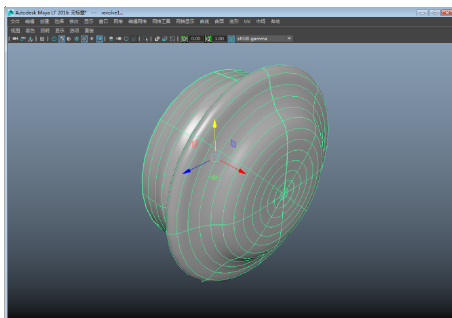

图 3-149 旋转成形
- 7 在场景中选择曲线，执行【曲面】|【旋转】命令，将其形成一个旋转物体，如图 3-149 所示。